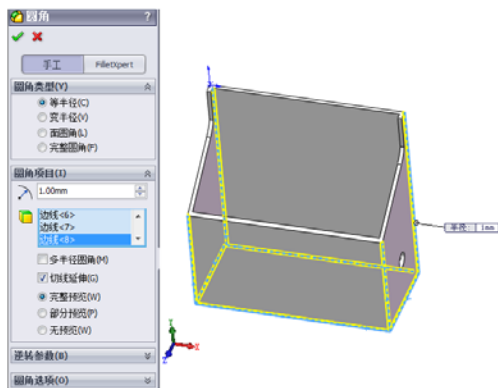

图 1-61 设置圆角属性
④在 [半径] 微调框中设置半径为 1mm。保留其余项目为默认值,如图 1-61 所示。